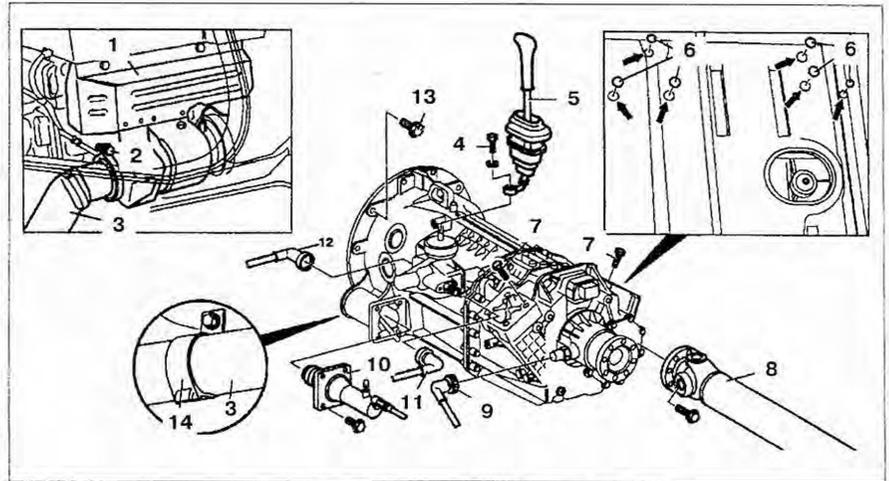

Рис. 4.64. Снятие и установка МКПП:
3. Снимите теплозащитный кожух 1 с выпускного коллектора (рис. 4.64).